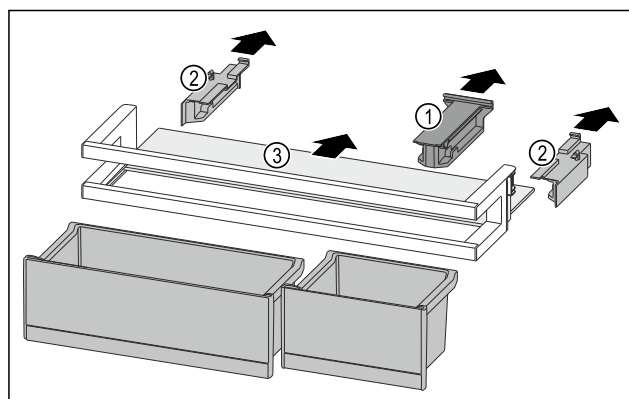

Fig. 236
- Retirer la pièce de retenue Fig. 236 (1).
- Retirer les parties latérales Fig. 236 (2).
- Retirer la tablette de rangement Fig. 236 (3).